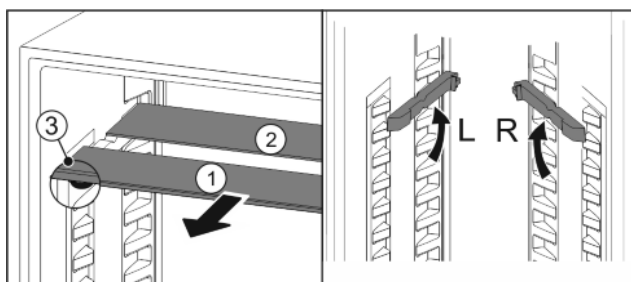

Fig. 19
- Издърпайте Fig. 19 (1) поотделно стъклените плочи напред.
- ▷ Стъклената плоча Fig. 19 (1) с ограничителя на изтеглянето е отпред.
▷ Ограничителите сочат надолу Fig. 19 (3).